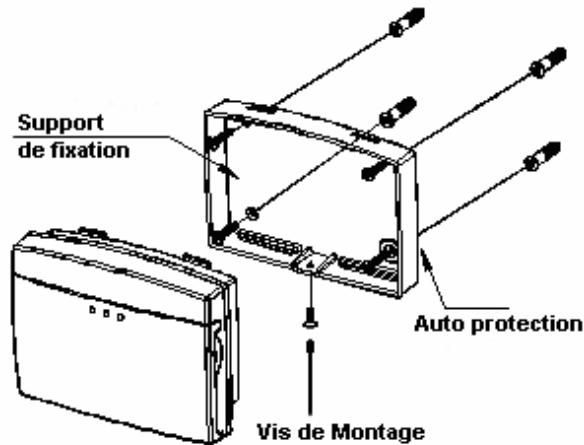
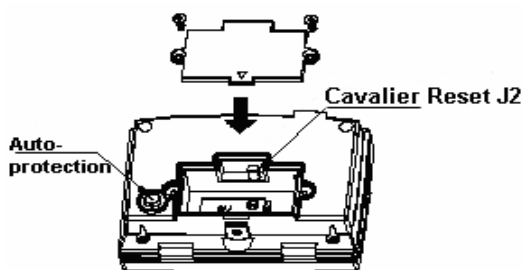

Fig. 1
Fig. 2
Libérer le clavier de son support de fixation en démontant la Vis de montage (Fig. 1) puis retirer le capot du compartiment à pile (Fig.2).
2. Dégager le support de fixation et le positionner à l'emplacement choisi. Marquer la position des 4 trous sur le mur. (Fig. 1).